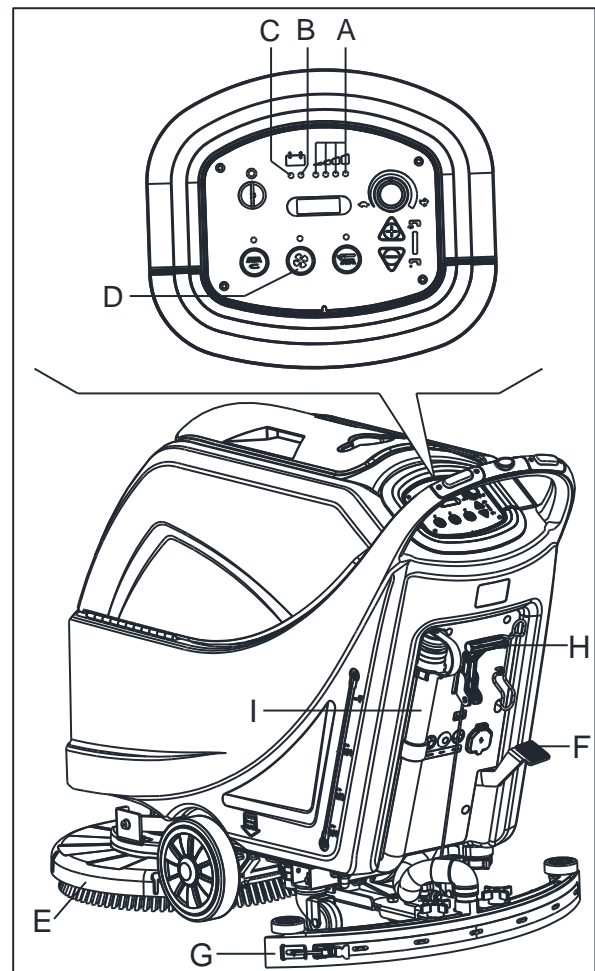
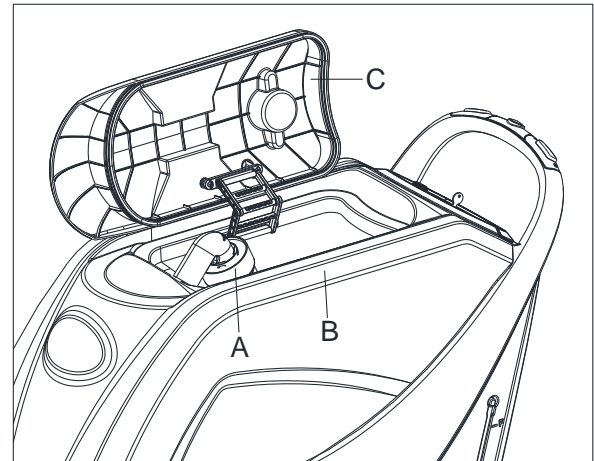

Figura 10
Figura 11
Mientras que la luz de aviso verde (A, Figura 11) está iluminada, las baterías permiten que la máquina funcione normalmente. Cuando la luz de aviso verde (A) se apaga y se ilumina la luz de aviso amarilla (B), es aconsejable cargar las baterías ya que la carga restante durará unos pocos minutos (dependiendo de las características de la batería y el trabajo a realizar). Cuando se ilumina la luz de aviso roja (C), las baterías están completamente descargadas. Pasados algunos segundos, el portacepillos/porta-discos se apaga automáticamente, mientras que el sistema de aspiración y el sistema de accionamiento (solo para máquinas con tracción) siguen funcionando, para concluir el secado del suelo y conducir la máquina a la zona de carga designada.
Un sistema de cierre del flotador automático (A, Figura 11) bloquea el sistema de aspiración cuando el depósito de agua sucia (B) está lleno. La desactivación del sistema de aspiración se indica mediante un aumento repentino en la frecuencia de ruido del motor del sistema de aspiración, y también el suelo no se seca.
Si el sistema de aspiración se apaga accidentalmente (por ejemplo, cuando el flotador se activa debido a un movimiento brusco de la máquina), para reanudar la operación: apague el sistema de aspiración pulsando el interruptor (D, Figura 10), a continuación, abra la tapa (C, Figura 11) y compruebe que el flotador dentro de la rejilla (a) ha bajado al nivel del agua. Luego cierre la tapa (c) y ponga en marcha el sistema de aspiración pulsando el interruptor (D, Figura 10).
Cuando el depósito de agua sucia (B, Figura 11) está lleno, vacíelo de acuerdo con el siguiente procedimiento.
2. Levante el grupo de cepillo del portacepillos/porta-discos (E, Figura 10) pisando el pedal (F, Figura 10). (solo para la máquina de discos)
3. Levante la boquilla de aspiración (G, Figura 10) usando la palanca (H, Figura 10).
5. Vacíe el depósito de agua sucia usando la manguera (I, Figura 10). A continuación, enjuague el depósito (B, Figura 11) con agua limpia.